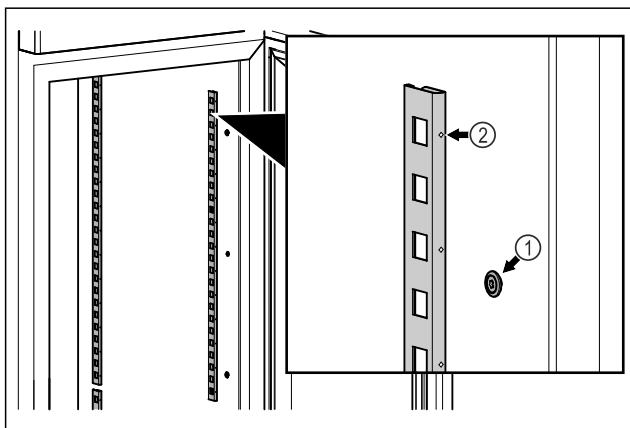

Fig. 15 Atvaizdo pavyzdys
- ▶ Įkabinkite fiksavimo juosteles į pakabą Fig. 15 (1). Žyma Fig. 15 (2) turi būti nukreipta į priekį.